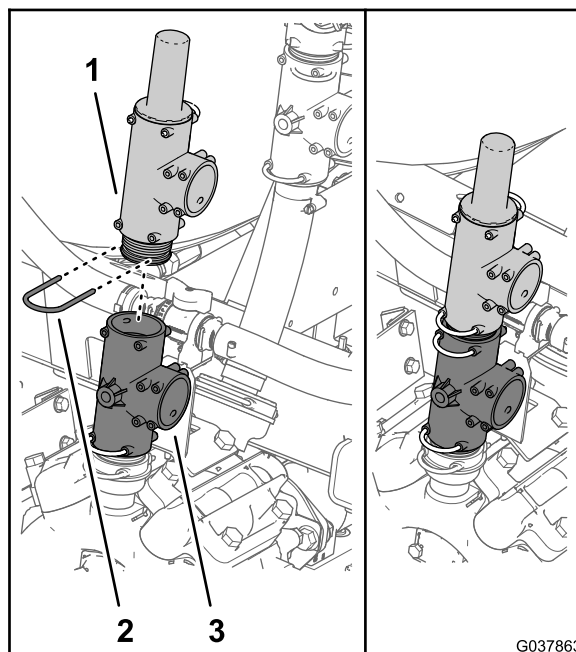

図 67
5. 圧力解放バルブとT字フィッティングを、スプレーヤポンプ上部のT字フィッティングに組み付けるステップ3で外したリテーナを使って 図 67 のように取り付ける。